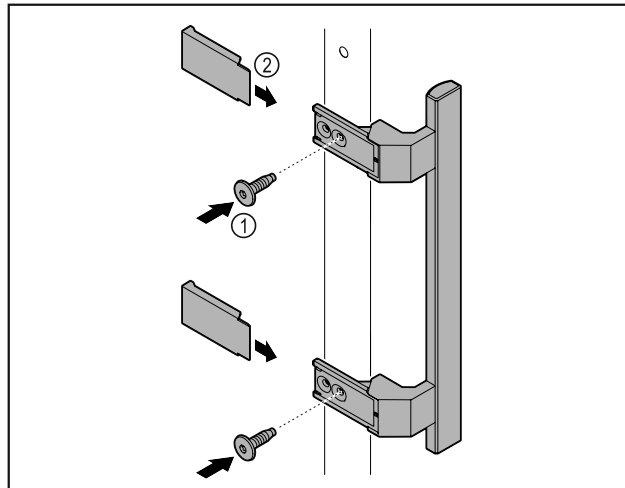

Fig. 2
- Ручку з комплекту додаткового обладнання з доданими гвинтами Fig. 2 (1) розмістити на дверях.
- Встановити кришку Fig. 2 (2).